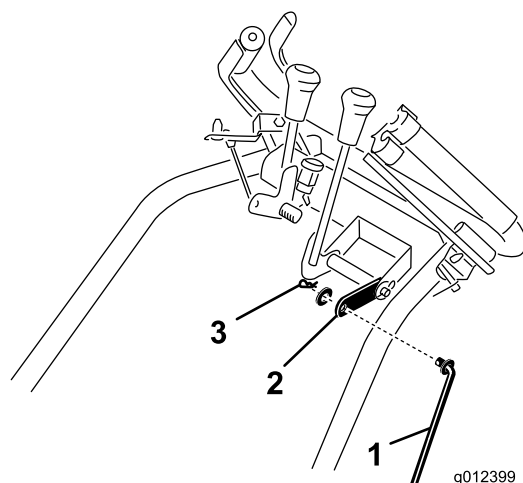

Figure 5
5. Insérez l'extrémité supérieure de la tige de changement de vitesse dans le trou de la timonerie de changement de vitesse (Figure 5). Fixez l'extrémité de la tige à la timonerie au moyen de la rondelle et la goupille fendue retirées précédemment.